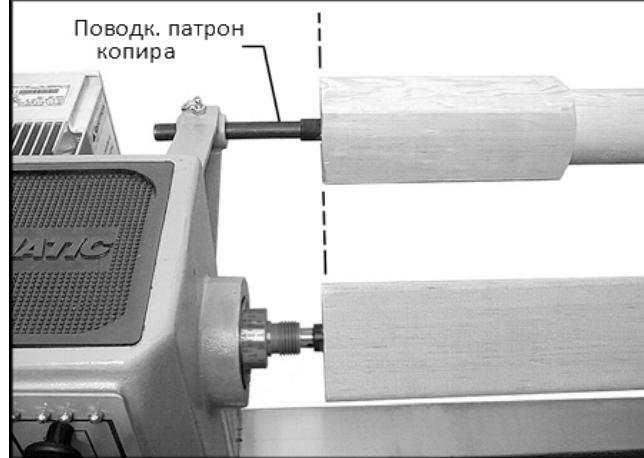

Рис. 29
- Установите вращающийся четырехзубцовый поводковый патрон копира на кронштейн защиты, подняв фиксатор, вставьте центр так, чтобы его конец был на одном уровне с концом центра, установленного на передней бабке. См. Рис. 29. Фиксатор в кронштейне должен войти в одно из отверстий центра в данной позиции.